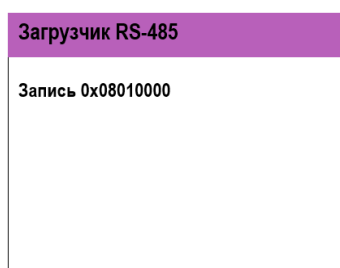

Рисунок 10 - Ход загрузки ПО на ППК
- 1.1.12. Подключить резервное питание к ППК и дождаться полной загрузки файла. На ППК при этом будет отображаться ход загрузки ПО (рисунок 10)